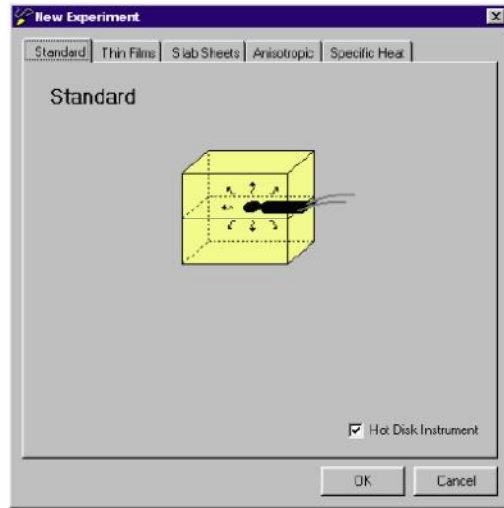

图 9
(5) 从“File”选择“New Experiment”，如图9所示；